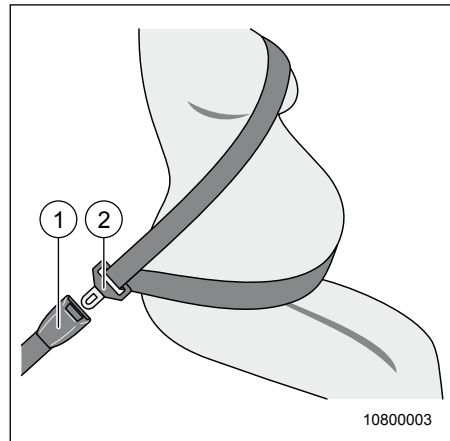

Fig. 3 Boucler la ceinture de sécurité
1. Tirer la ceinture de sécurité hors du dispositif d'enroulement en la tenant au verrou plat (Fig. 3, pos. 2) et la passer par-dessus vos épaules.
4. Introduire le verrou plat (Fig. 3, pos. 2) jusqu'à ce qu'il encliquette de manière audible dans le dispositif de positionnement (Fig. 3, pos. 1).